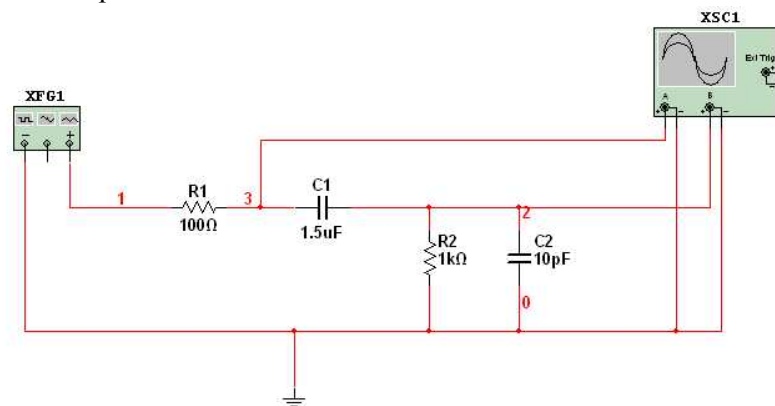

Рис. 44. Схема дифференцирующей цепи
1. Собрать схему дифференцирующей цепи, изображенную на рис. 44.